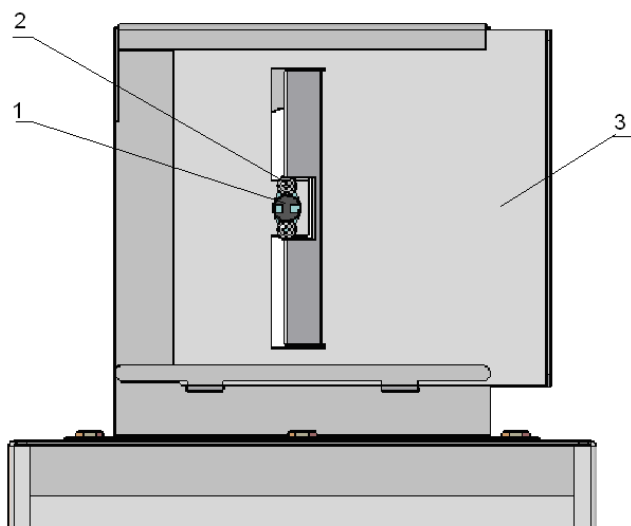
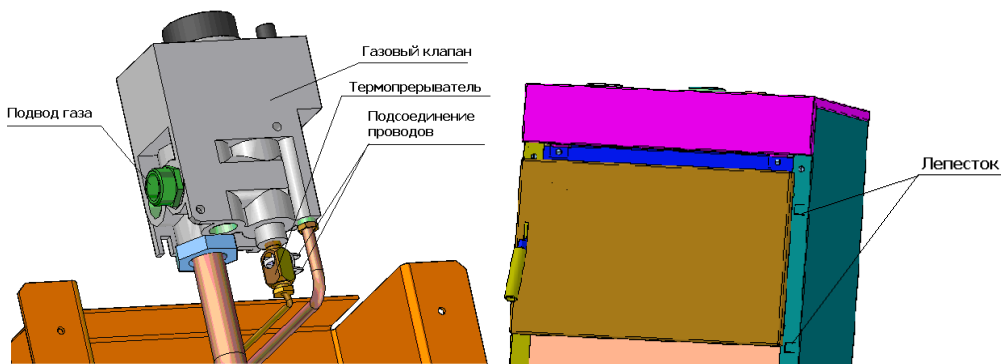

Рис.16 Дымоход котлов КС-ТГ/ТГВ-12/16S; КС-ТГ/ТГВ-16/20S
Рис.18 Места подсоединений
7.4 На дымоход котла необходимо установить термостат (датчик тяги из комплекта УГт) табл.2 и **рис. 16,17**.
На разъёмы термопрерывателя (**рис.18**) подсоединить провода из комплекта УГТ (табл.2). Провода завести под лепестки (**рис.18**) на правой боковине котла, провести через прорезы под крышку котла (крышку предварительно снять), вывести на заднюю стенку и подсоединить на выводы термостата (датчика тяги) **рис.16,17**.